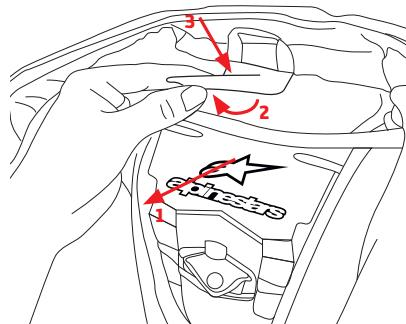
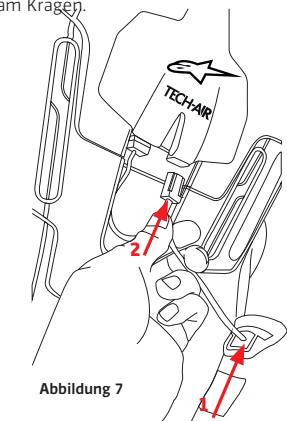

Abbildung 6
Abbildung 7
3. Falten Sie die zweite Klettlasche (12) und befestigen Sie den Klettverschluss des Kragens an der Weste (13) an dieser neuen Lasche, sodass sie genau zentriert ist (Abbildung 6).
4. Befestigen Sie den unteren Schulterklettverschluss (15) und den oberen Schulterklettverschluss (14) an den entsprechenden Stoffstücken in dem Anzugfutter auf der rechten und linken Seite.
5. Entfernen Sie den Stecker des LED Displays aus der Aufbewahrungstasche (17) und stecken Sie ihn in den grauen Anschluss (5) (Abbildung 7).
6. Stellen Sie den Hauptschalter an (8). Beachten Sie, dass der Hauptschalter immer angestellt sein sollte, außer während Versand oder Lagerung.
8. Verwenden Sie die gelben Reißverschlüsse an dem Anzug (10) und der Weste (1), um die Weste in den Anzug einzuziehen.